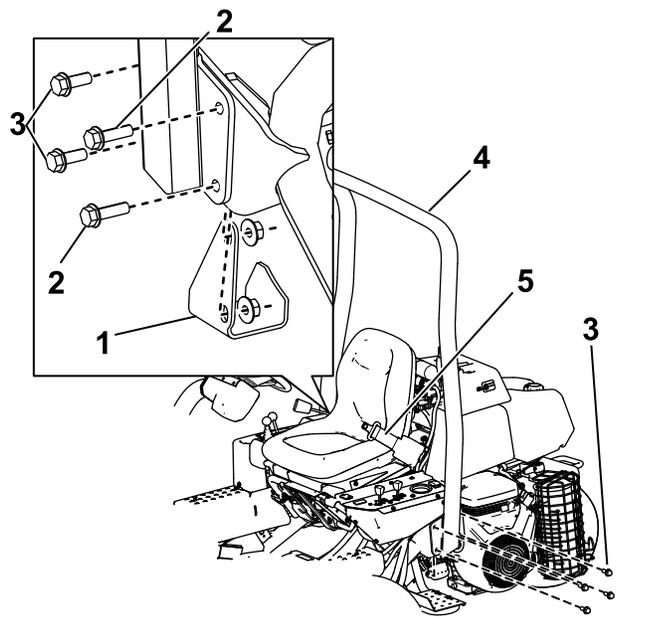

図 6
2. ROPS バー図 6を、取り付けブラケットにセットして取り付け穴をそろえる。
3. ROPSの左側を取り付けブラケットに固定するボルト $\frac{1}{2}$ " x $1\frac{1}{2}$ "4本とロックナットを使用する図 6。
5. ROPSバーの右側、および先ほど取り外したジャッキパッドを、取り付けブラケットに固定するボルト $\frac{1}{2}$ " x $1\frac{1}{2}$ "2本、ボルト $\frac{1}{2}$ " x $1\frac{3}{4}$ "2本、ロックナットを使用し、図 6に示すように取り付ける。